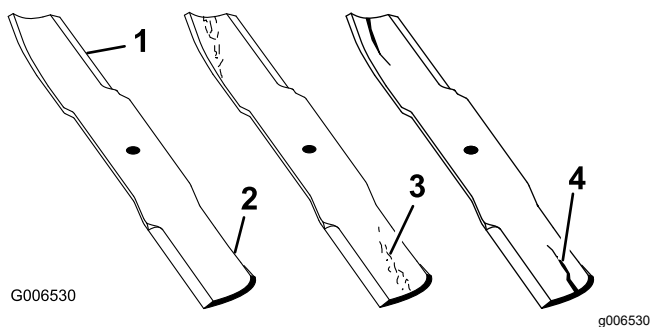

Figura 58
1. Inspeccione as extremidades de corte (Figura 58).
4. Se verificar quaisquer fissuras, desgaste, ou a formação de ranhuras nesta área instale imediatamente uma lâmina nova (Figura 58).